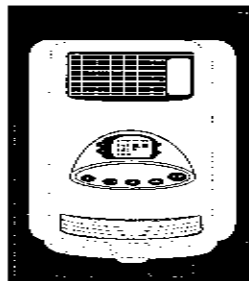

Fig. 1A
4. Pour régler la direction de l'air de la sortie située sur le dessus de l'enceinte, appuyez sur le mot "PUSH" qui est inscrit de chaque côté du couvercle de la sortie d'air. Le couvercle de la sortie d'air s'ouvrira en pivotant sur environ 90° (voir la fig. 1A).